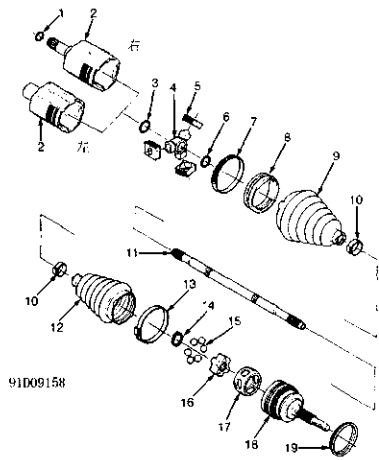

图 3-10 半轴解体图(三叶形三球销式)
①切断卡箍弃之不用(图3-10)。勿切坏保护罩,否则可能损坏外壳密封表面和三球销衬套。
②从三球销衬套上分离保护罩,并滑离万向节,从万向节十字轴与半轴上拆下壳体。拆下隔圈,将隔圈与十字轴向后滑向半轴。
③从半轴端部槽内拆下轴挡圈。将十字轴总成滑离半轴。从外壳中拆卸三球销衬套,从半轴中拆卸隔圈与保护罩。